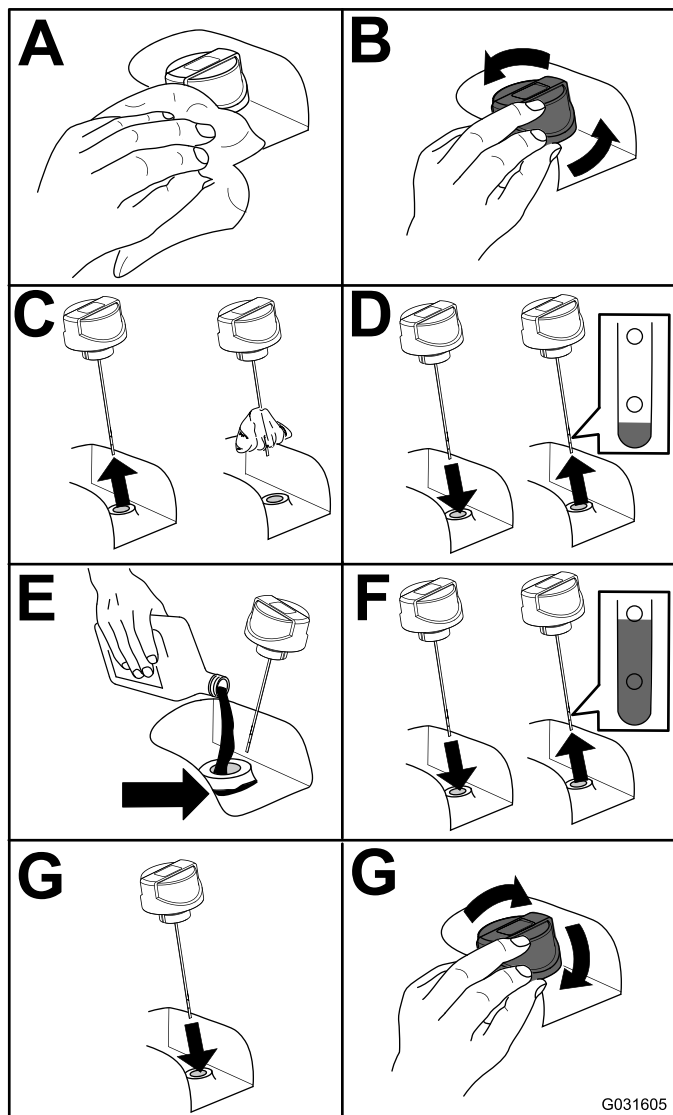

Bild 67
2. Prüfen Sie den Stand des Hydrauliköls (Bild 67).
5. Füllen Sie den Hydraulikbehälter mit Hydrauliköl (Bild 67).